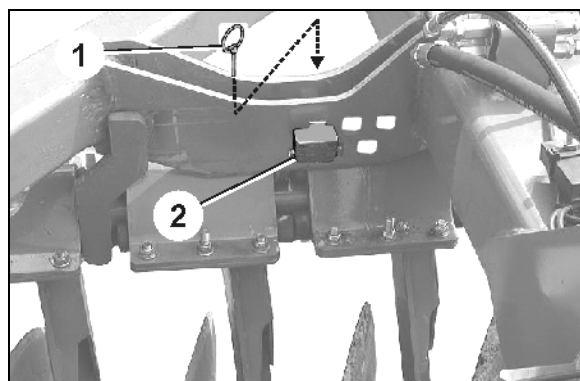

Fig. 18
1. Løsn ringstiften (Fig. 18/1).
2. Sæt excenterbolten (Fig. 18/2) i den ønskede indstikspads.